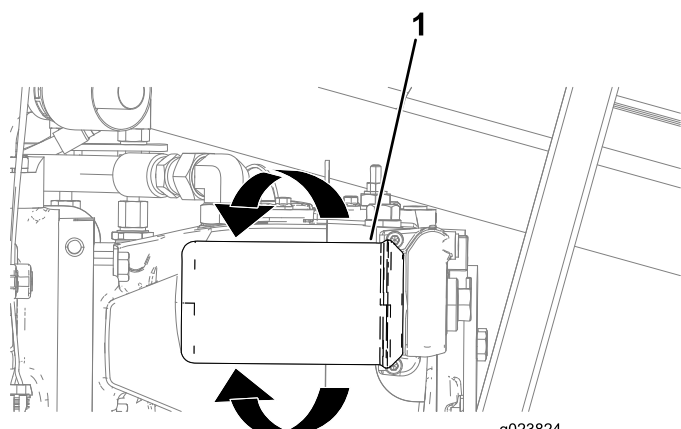

Рисунок 156
3. Поместите сливной поддон или уложите ветошь под фильтр линии нагнетания (Рисунок 156).
4. Поверните фильтр линии нагнетания против часовой стрелки и снимите его (Рисунок 156).
6. Совместите фильтр линии нагнетания с местом его посадки и поверните его по часовой стрелке, пока уплотнение фильтра не войдет в контакт с переходником (Рисунок 156).